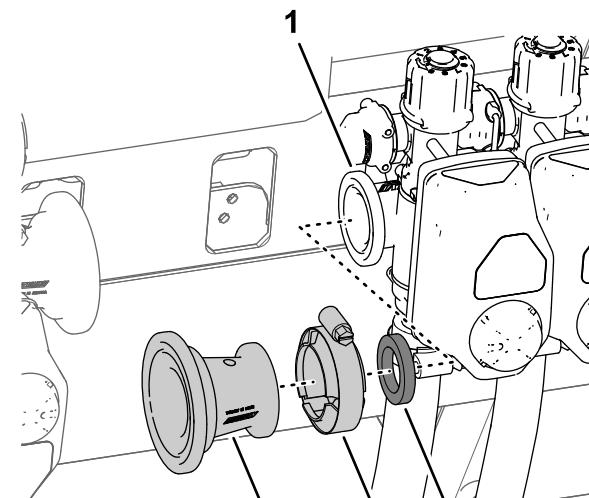

Рисунок 35
- C. Снимите фланцевый хомут 76 мм (3 дюйма), который крепит переходной патрубок с прокладкой (2-1/4 дюйма) к фланцу клапана левой секции стрелы, затем снимите переходной патрубок, хомут и прокладку с машины (Рисунок 35).